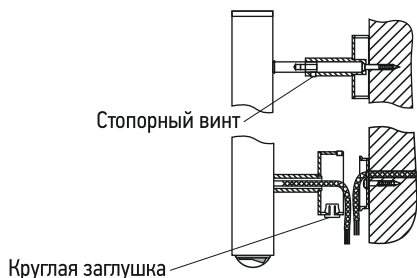

Рис. 6
3.10. Установить круглую заглушку на нижней стороне соединительной коробки вместо заглушки с отверстием (рис. 6).
3.11. Произведите «черновой» монтаж ЭПС, используя стопорные винты, с максимальным вылетом от стены (рис. 6).